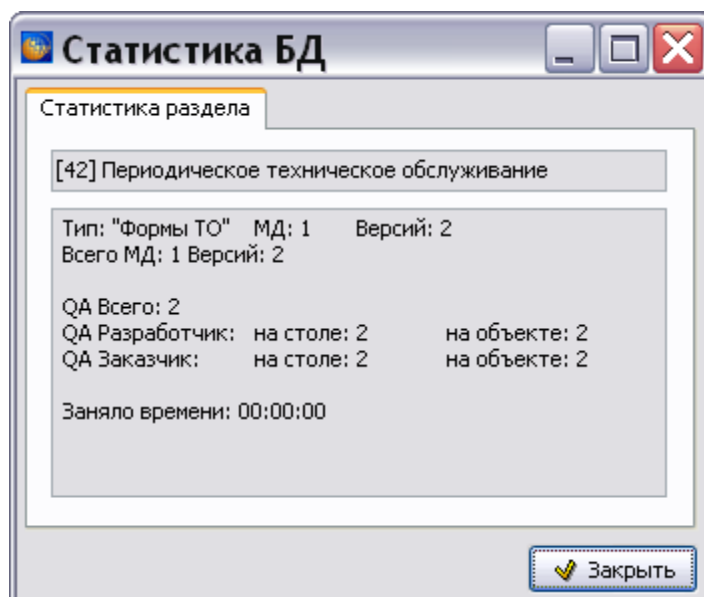

Рис. 21.1
3. В контекстном меню раздела выберите пункт **Статистика**. В окне **Статистика БД** отобразится количество и типы модулей данных, входящих в раздел, и данные по контролю качества (Рис. 21.1).